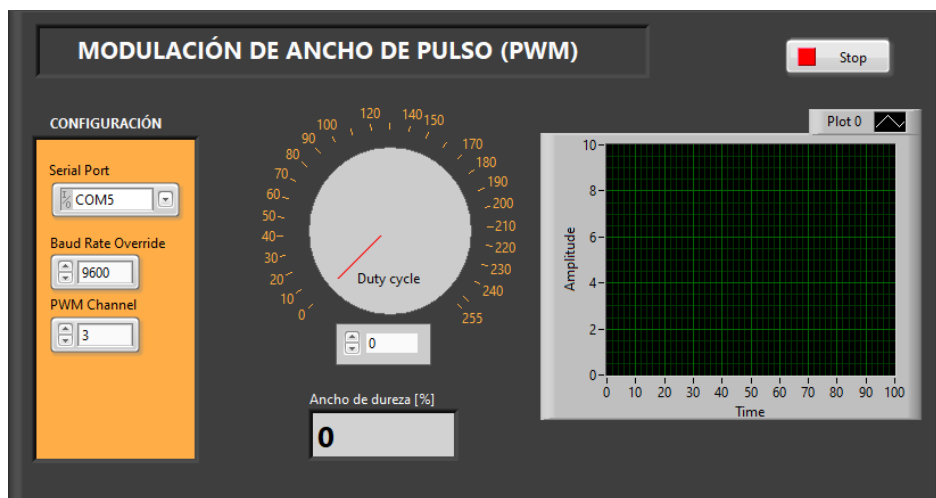
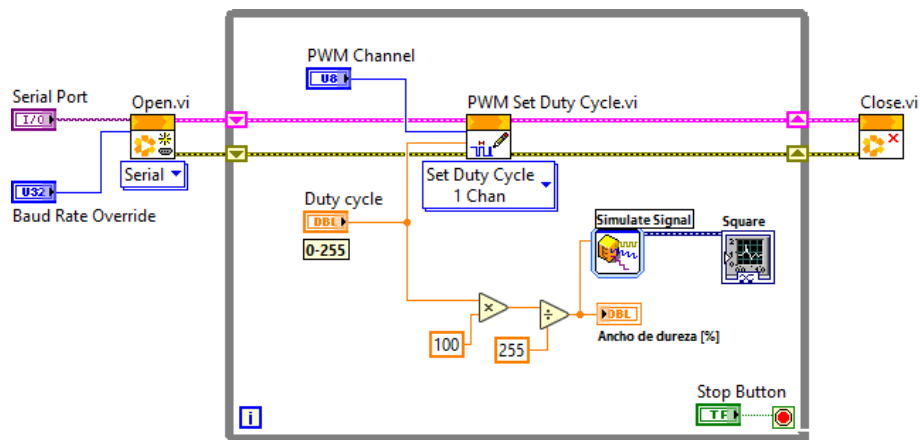

Figura 6.20. Ejemplo de interfaz en LabVIEW para generar una señal PWM
Figura 6.21. Código de la aplicación mostrada en la figura 6.20.
La Figura 6.20, muestra un ejemplo de una interfaz desarrollada en LabVIEW para generar una señal PWM por el pin 3 de la placa Arduino.
La Figura 6.21, muestra el código gráfico de la interfaz mostrada en la Figura 6.20.
15. Adicione al código mostrado en la Figura 6.21, las estrategias algorítmicas necesarias para controlar manualmente el encendido del LED con el potenciómetro. Para ello tenga en cuenta que la salida del potenciómetro generará un voltaje entre 0V y 5V, el cual debe ingresar por el pin analógico A0. La idea es que el usuario pueda controlar la intensidad lumínica del LED por software o hardware (cualquiera de las dos opciones).